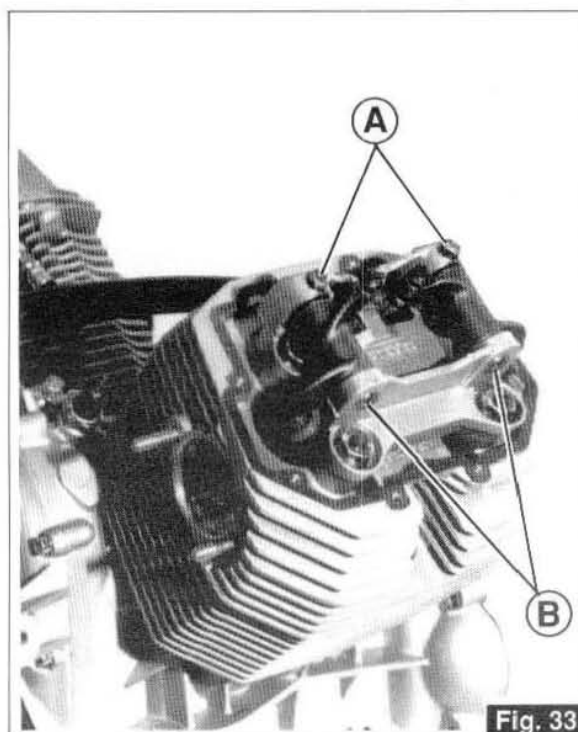

Fig. 33
- Retirez les 2 vis «A» et ôtez les axes des culbuteurs «B» à l'aide d'un tournevis (Fig. 33 et 33A).
- Die 2 Schrauben «A» abnehmen und die Zapfen der Kipphebel «B» herausziehen, dabei hilft man sich mit einem Schraubenzieher (Abb. 33 und 33 A).